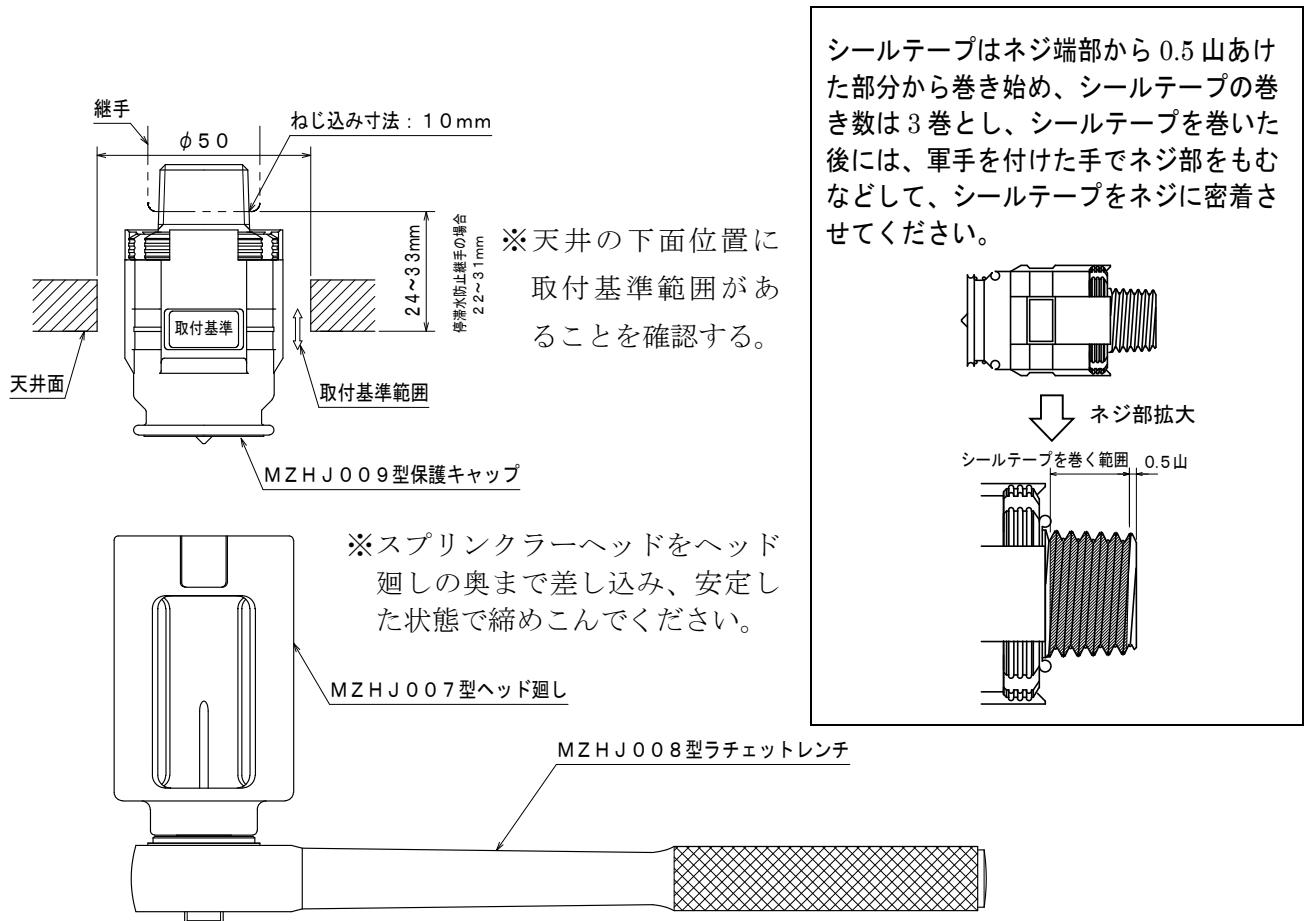

図5. スプリンクラーヘッド取付図
- ※図5に示す施工寸法を守ってください。
(6) 保護キャップの取り外し